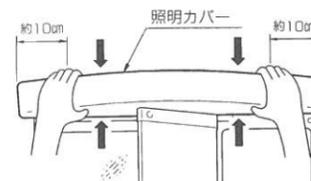

図 1
- ①照明用スイッチを切ります。
- ②照明カバーの両端から 10cm 位の所の上面と下面を軽く挟んで持ち、手前に引き抜きます。(図 1)